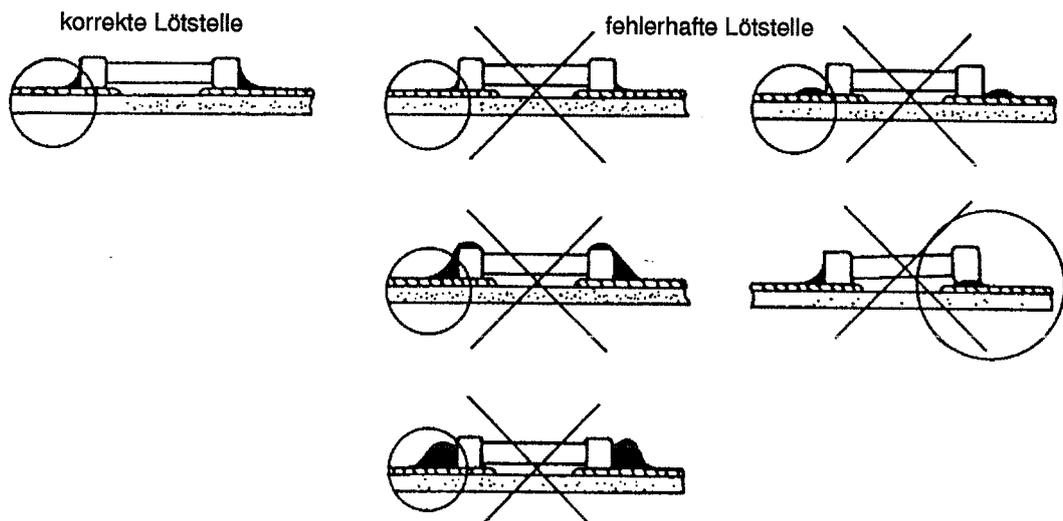

Bild 2-3 Beispiele für Lötstellen an SMD-Bauelementen
- **Das Arbeitsergebnis ist mit einer Lupe auf Lötstellenform (siehe Bild 2-3), Brückenbildung, offene Lötstellen, Risse und Löcher, Lötstellen-Oberflächenbeschaffenheit (glatt und gleichmäßig glänzend), Lötstückchen, Lötspitzer und korrekte SMD-Positionierung sorgfältig zu kontrollieren.**